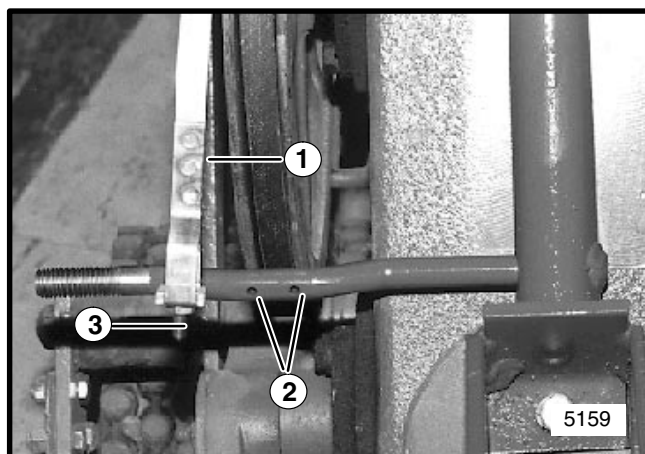

ABBILDUNG 2
6. Das Einstellen des Bremsbandes wie in Abbildung 2 dargestellt über die Stütze der Schutzvorrichtung schieben.
7. Einen (1) Splint auf jeder Seite des Bremsbandes in die zwei (2) Splintlöcher wie in Abbildung 2 dargestellt einsetzen. **SICHERSTELLEN**, daß die Köpfe der Splinte an der Riemenscheibenseite der Stütze sind, um Kontakt des Splintes mit dem Riemen zu verhindern.